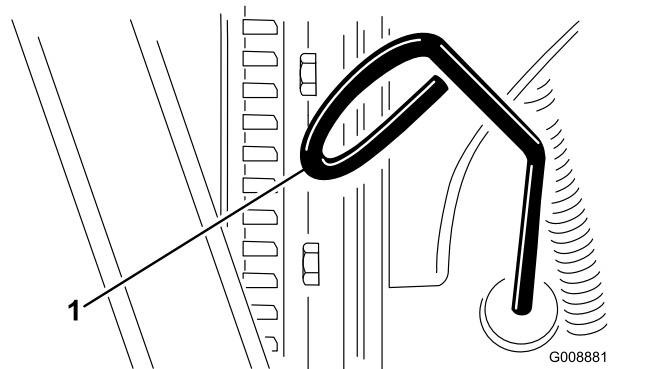

図 72
3. ディップスティック **図 72** を抜きウェスで一度きれいに拭く。